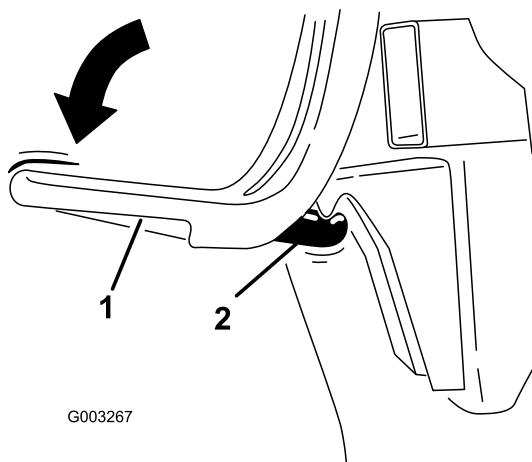

図 7
8. ラッチのフックにバガーをかける図7。
9. ラッチを押し下げてロックする図7。